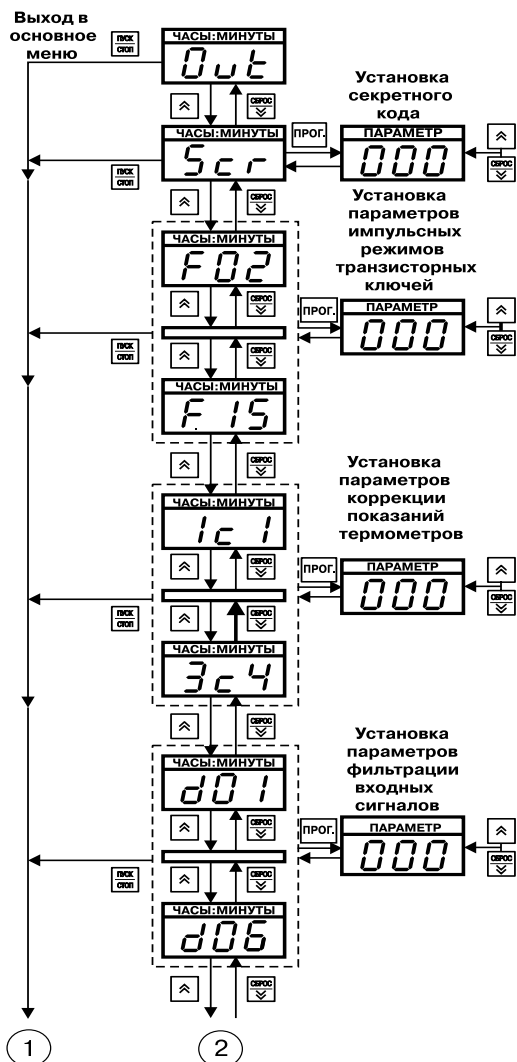

Рис. 30. Схема, поясняющая программирование на уровне L2
4.2.2.2. Для входа в режим ПРОГРАММИРОВАНИЕ надо нажать кнопку (см. **рис. 30**, слева сверху), при этом на верхнем индикаторе «ЧАСЫ:МИНУТЫ» замигает сообщение «PrG».
4.2.3.1. На **рис. 30** изображена схема, поясняющая программирование на уровне L2. По вертикали расположены изображения верхнего индикатора «ЧАСЫ:МИНУТЫ», на который выводятся имена программируемых параметров, общих для всего прибора, и параметров регулирования (см. **прил. Д**).
Справа по вертикали на **рис. 30** расположены изображения индикатора «ПАРАМЕТР», на который выводятся значения программируемых параметров. Здесь же изображен сдвоенный индикатор: на верхнем индикаторе «ЧАСЫ:МИНУТЫ» высвечивается имя кода доступа в уровень программирования – «Cod», на нижнем индикаторе «ПАРАМЕТР» – значение кода доступа – например, «000».
Если параметр 5cr = 3 (устанавливается таким при продаже прибора), то можно сразу нажимать кнопку **ПРОГ.** Происходит переход к первому, общему для всего прибора параметру **об1** (см. середину рис. 30), при этом имя параметра «об1» мигает на индикаторе «ЧАСЫ:МИНУТЫ», значение параметра отображается на индикаторе «ПАРАМЕТР».
Продолжение рис. 30
Для записи измененного значения надо нажать кнопку **ПРОГ.**, новое значение запишется в память и произойдет переход к следующему параметру (на рис. 30 показано стрелками вниз).
Для просмотра значений параметров надо использовать кнопку **▲** (вверх) – если надо перемещаться вниз по списку параметров и кнопку **▼** (вниз) – если надо перемещаться вверх по списку параметров (см. рис. 30), при этом на мигающем инди-